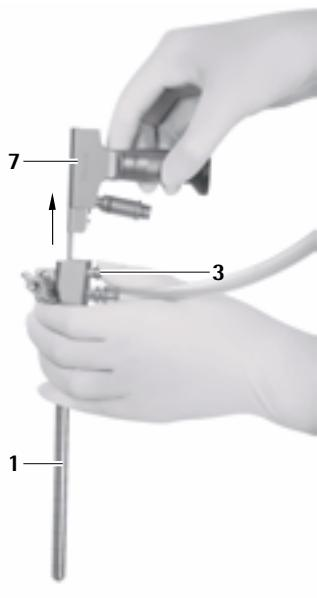

Fig. 11
- Pulsar el botón de desenclavamiento 3 y extraer el endoscopio 5 del trócar MINOP inVent 1, ver Fig. 11.